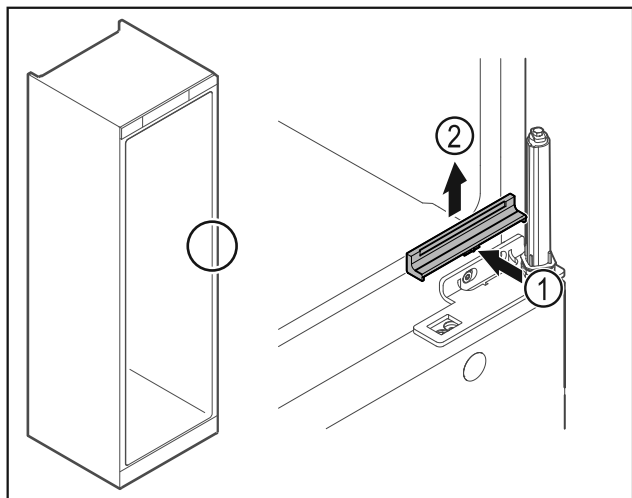

Fig. 26
- ▶ Vajutage katet Fig. 26 (1) keskest veidi sisse ja võtke ülespoole maha Fig. 26 (2).